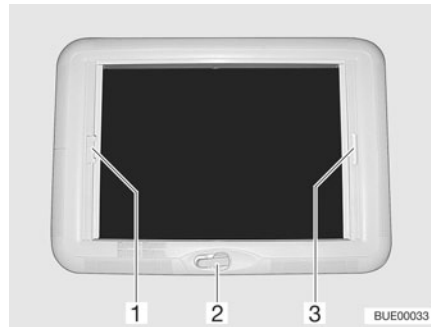

Fig. 48 Claraboya de manivela
**Abrir:** ■ Girar la manivela (Fig. 48,2) hasta que se note resistencia (ángulo de apertura máx. 70°).
**Cerrar:** ■ Tirar del asidero (Fig. 48,3) del estor plegable y soltarlo en la posición deseada. El estor plegable se queda fijo en esta posición.
**Cerrar:** ■ Tirar del asidero (Fig. 48,1) de la mosquitera enrollable hacia el asidero opuesto del estor plegable (Fig. 48,3) y hacerlos engatillar.
**Abrir:** ■ Presionar el tirador de la mosquitera enrollable (Fig. 48,1) por la parte de atrás hacia arriba y desengancharla del estor plegable (Fig. 48,3).